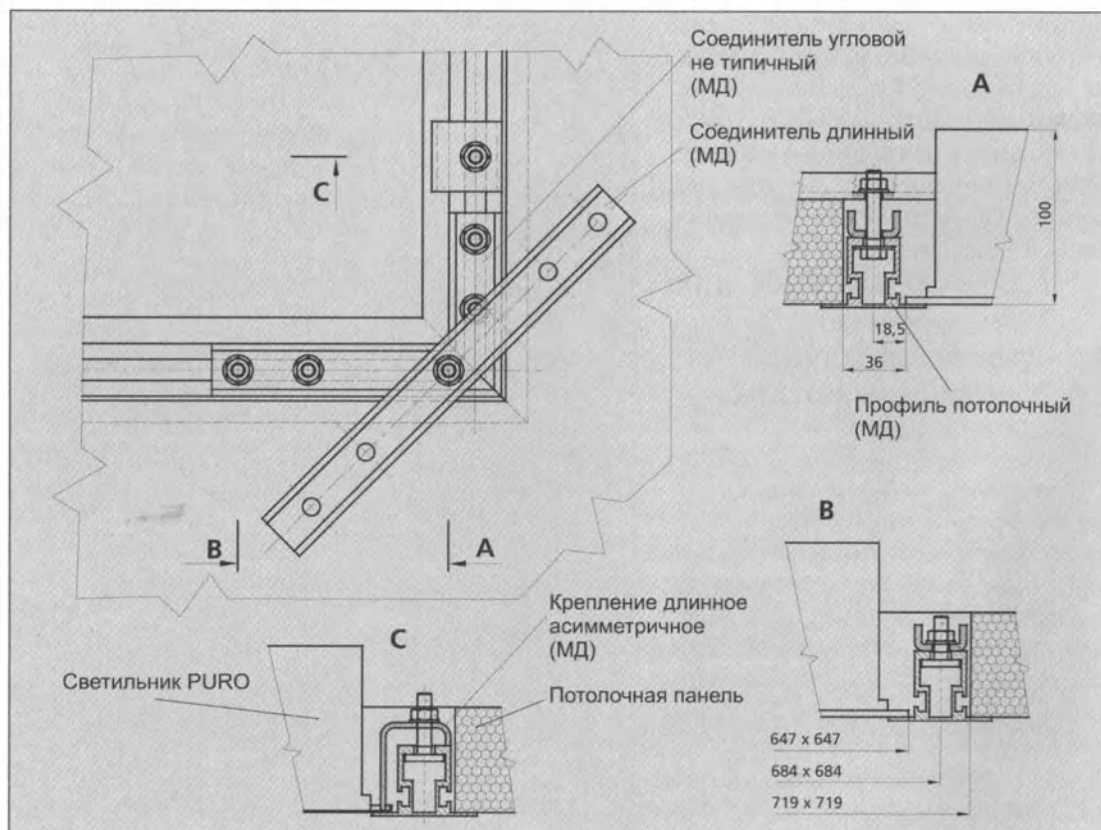

Рис.8 Крепление светильников на панельный потолок с помощью монтажных деталей
Монтажные детали (МД) для монтажа панельного потолка указаны на рис. 5 и до рис. 8 и 10. Их описание, номера для заказа, комплектность и способ заказа приводится в каталоге «Чистые помещения - Монтажные детали». Тип и количество монтажных деталей определяет проектант.
3.6. Крепление светильников на панельный потолок (рис. 8)